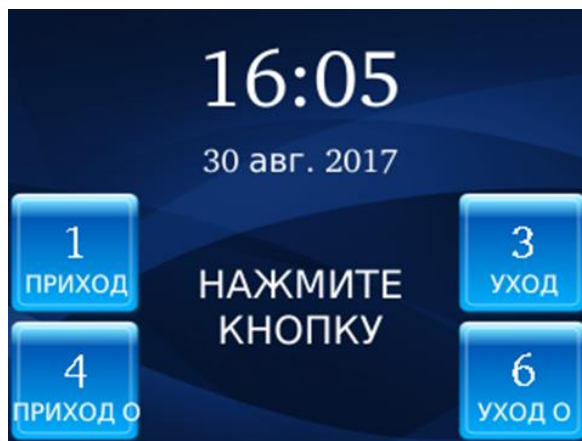

Рисунок 29 – Экран терминала в режиме «Кнопка входа/выхода + обед + ладонь или карта»
- **Кнопка входа/выхода + обед + ладонь или карта** (см. рисунок 29)